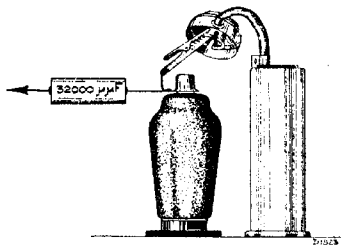

Fig. 2
6. Gemoduleerd signaal van 128 kc, via 32.000  $\mu\mu\text{F}$  aan het vierde rooster van L1 toevoeren (fig. 2).